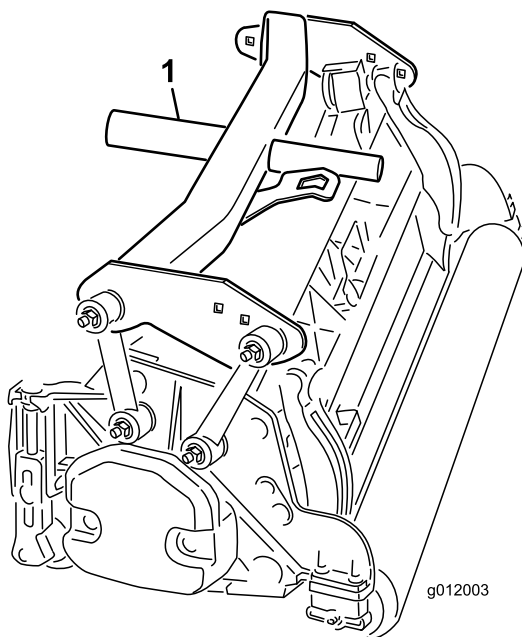

Bild 18
4. Setzen Sie den hinteren Trägersrahmen (Bild 18) auf das Heckmähwerk.